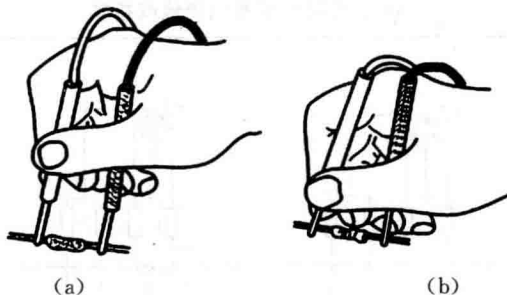

图 1-10 万用表表笔的握法
(1) 每次测量前,对万用表都要做一次全面检查,以核实表头各部分的位置是否正确。
(2) 测量时,应用右手握住两支表笔,手指不要触及表笔的金属部分和被测元器件,如图 1-10(a)所示。图 1-10(b)给出的握笔方法是错误的。